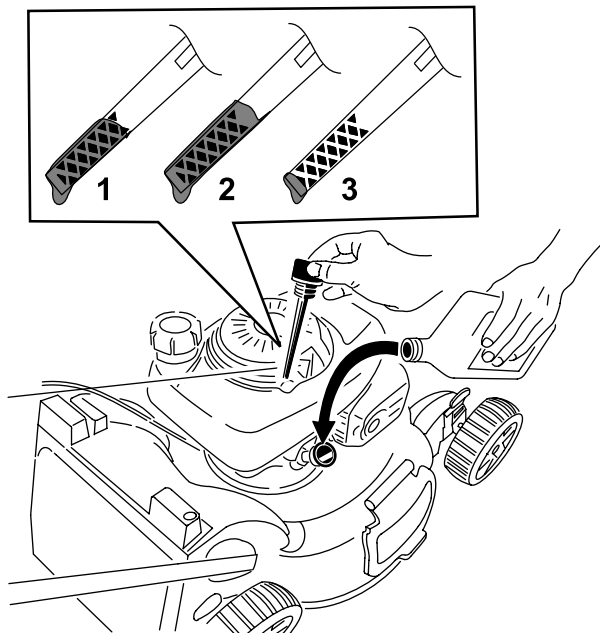

Bild 16
2. Entfernen Sie den Peilstab, indem Sie den Deckel nach links drehen und herausziehen (Bild 16).
5. Lesen Sie den Ölstand am Peilstab ab. (Bild 16)
- Wenn der Ölstand am Peilstab zu niedrig ist (Bild 16), füllen Sie langsam etwas waschaktives Öl (SAE 30 oder SAE 10W-30) in den Öleinfüllstutzen, warten Sie drei Minuten und wiederholen Sie dann die Schritte 3 bis 5, bis der Ölstand am Peilstab richtig ist.
- Wenn der Ölstand am Peilstab zu hoch ist (Bild 16), lassen Sie Öl ab, bis der Ölstand am Peilstab richtig ist, siehe Wechseln des Motoröls (Seite 19).